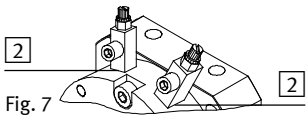

Fig. 7
- Använd strypbackventiler GRLA för att ställa in vridhastigheten. Dessa skruvas in direkt i tryckluftsanslutningarna 2 (Fig. 7).